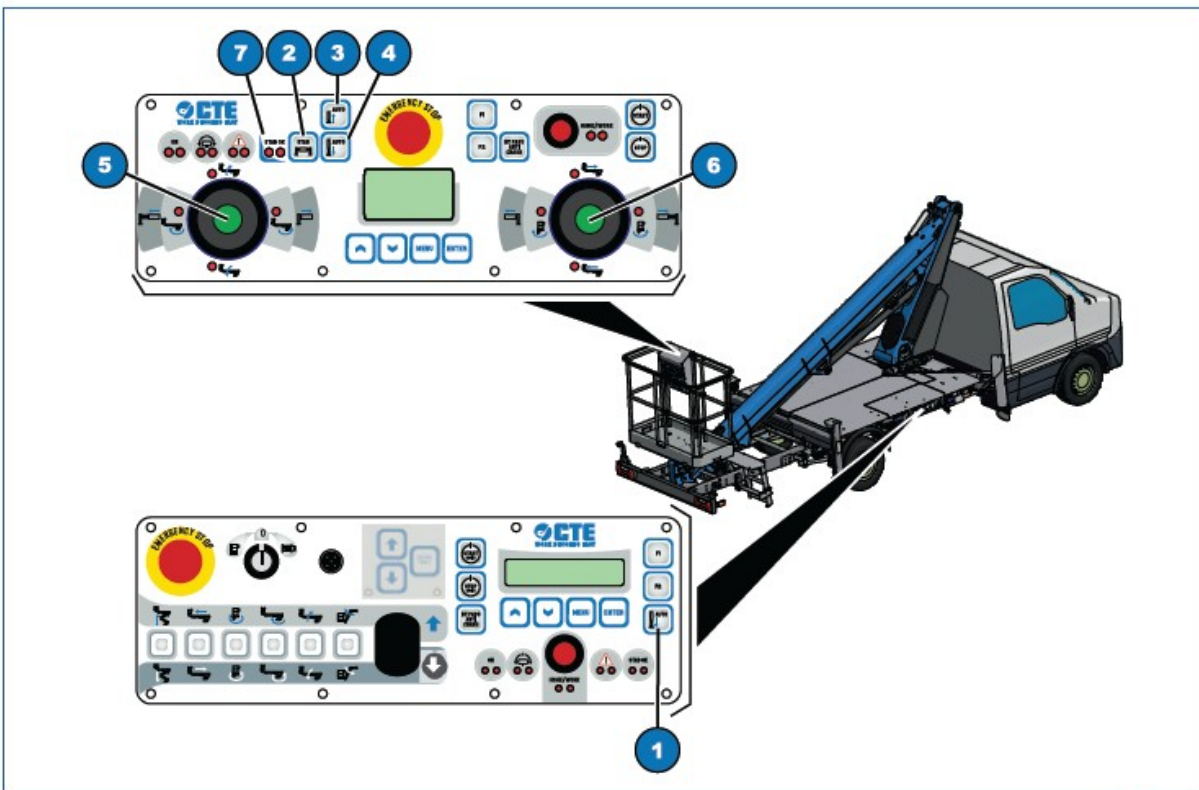

Fig. 15.1
Platforma poate fi dotată cu stabilizare automată, ceea ce implică înlocuirea supapei de comandă hidraulică cu o supapă de comandă electro-hidraulică în șasiu și activarea butonului (Fig. 15.1, 1) de pe panoul de comandă de la sol și butoanele (Fig. 15.1, 2, 3 și 4) de pe panoul de comandă de pe platforma de lucru. Distribuitorul electro-hidraulic permite operarea stabilizatoarelor atât cu ajutorul manetelor, cât și prin comandă electrică.
- 1) apăsați și țineți apăsat butonul „AUTO” (Fig. 15.1, 1) pentru a coborî stabilizatoarele automat.
- 1) Extindeți consolele stabilizatoarelor apăsând butonul „STAB” (Fig. 15.1, 2) împreună cu maneta de comandă respectivă (consola din stânga, Fig. 15.2, 5; consola din dreapta, Fig. 15.2, 6).